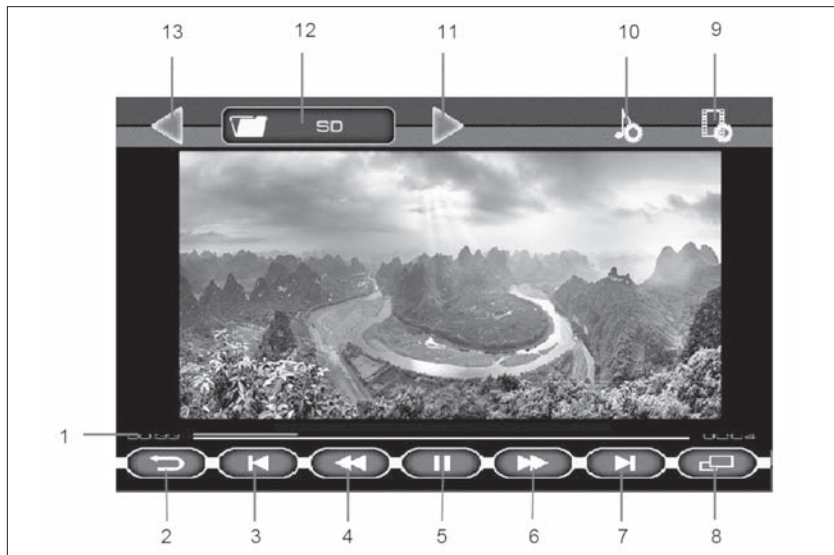

Рис. 59. Окно проигрывания видеофайлов
**Примечание.** При нахождении режима «Видео» в состоянии пауза (индикатор 5, рис. 59), повторный вход переведет MMC в режим проигрывания видеofайла.
Для включения полноэкранного режима воспроизведения нажать кнопку **8** (рис. 59) или на изображение.
Если при воспроизведении видеофайла нажать на кнопку «II» (5) (рис. 59), а затем нажать на кнопку возврата (кнопка **2**, рис. 58), то произойдет переход в главное меню, и в кнопке **8 «Видео»** (рис. 53) появится индикатор паузы. Этот режим позволяет вернуться к воспроизведению видеофайла с того места, где была поставлена пауза.